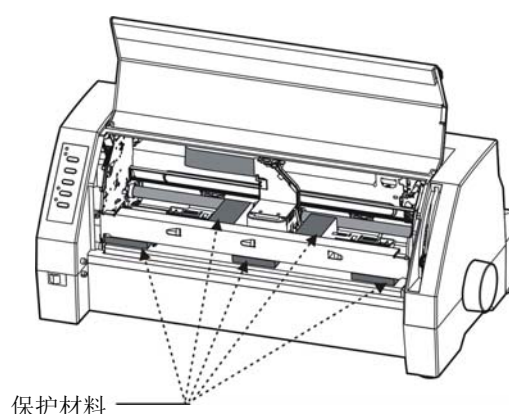

图 2-2 拆除保护材料
1. 打开包装箱，取出打印机，掀起打印机盖，将标示的保护材料拆除（如图 2-2 所示）。